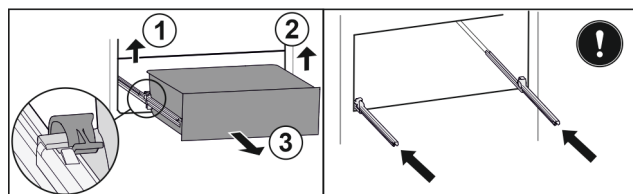

Fig. 78
- ▶ Zvedněte levou svorku a současně vytáhněte zásuvku vlevo dopředu. Fig. 78 (1)
- ▶ Zvedněte pravou svorku a současně vytáhněte zásuvku vpravo dopředu. Fig. 78 (2)
- ▶ Vyjměte zásuvku dopředu. Fig. 78 (3)